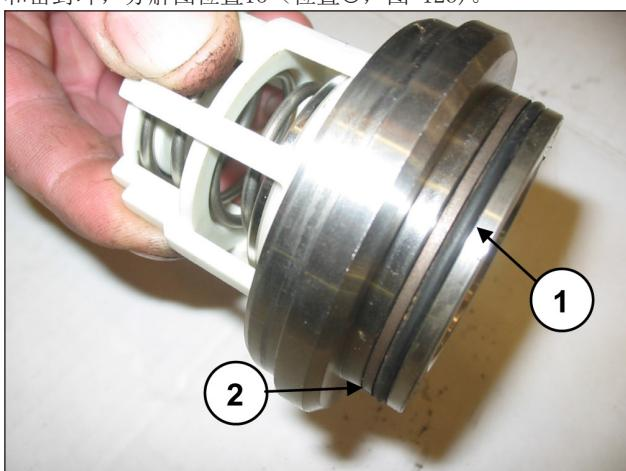

图 123
在排出阀座上安装O形环，分解图位置5（位置①，图 123）和密封环，分解图位置15（位置②，图 123）。